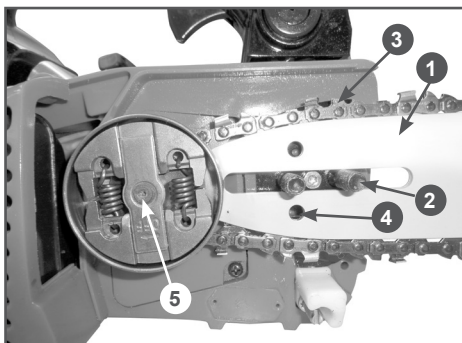

Рис. 3 Установка шины и цепи
4. Установите направляющую шину (1) на шпильку (2) так, как показано на Рис. 3 и сдвиньте ее в сторону муфты сцепления (5) для облегчения установки пильной цепи.
5. Установите пильную цепь на направляющую шину так, как показано на Рис. 3. При установке цепи следите за тем, чтобы режущая кромка зуба (3) была расположена вперед по ходу движения цепи, т.е. по часовой стрелке.
При установке крышки следите за тем, чтобы палец натяжения цепи совпал с отверстием (4) в направляющей шине (Рис. 3).